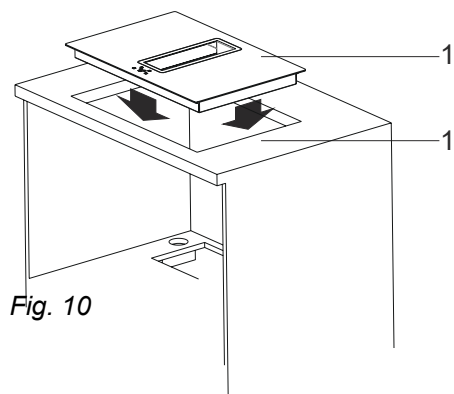

Fig. 10
3. ➤ Placera spishällen i det utskurna hålet (Fig. 10).